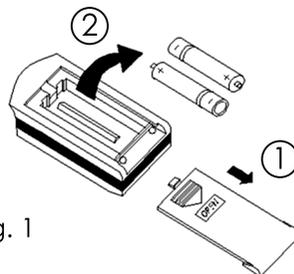

Fig. 1
1. Presione ligeramente , según la dirección de la flecha para retirar la tapa del mando a distancia (Fig. 1).
2. Extraiga las baterías gastadas (Fig. 1).